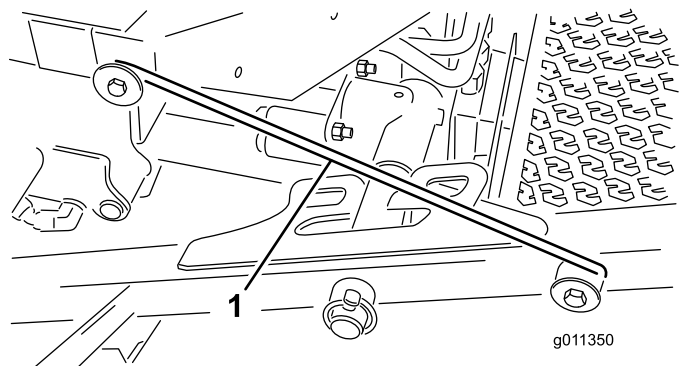

Рисунок 7
4. Отсоедините шток защелки (Рисунок 7) от переднего держателя несущей рамы.
5. Поднимите наружную часть передних режущих дек и установите защелку на штифт рамы, смонтированный в передней части платформы оператора (Рисунок 7).